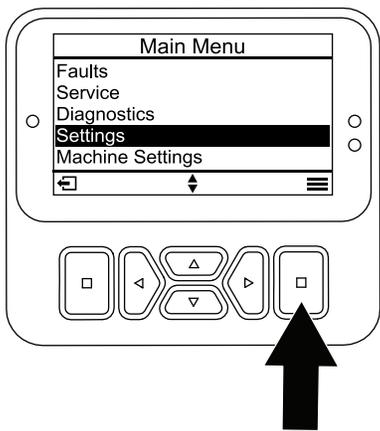

図 18
1. メインメニューから、設定メニューまで下にスクロールし、選択ボタン (図 18) を押します。